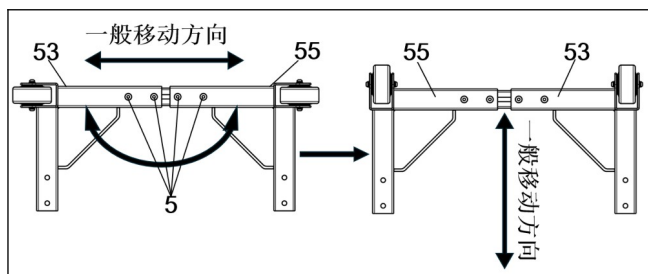

图 6
b. 根据机器的一般移动方向选择左固定轮角架 “53” 与右固定轮角架 “55” 位置，以下步骤以其中一种为例。（见图 6）